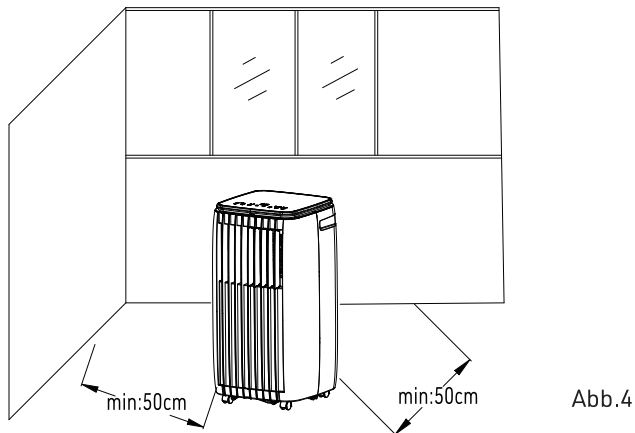

Abb.4
- 1.) Stellen Sie das Gerät auf einen ebenen und trockenen Untergrund und halten Sie einen Mindestabstand von 50 cm zu Gegenständen in der Umgebung. (Wie in Abb. 4 gezeigt)